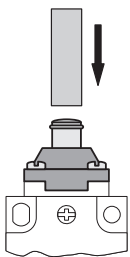
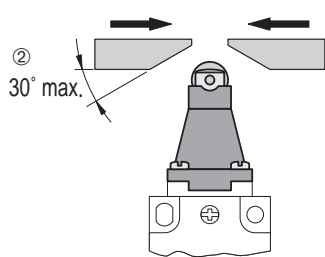

fig 1
fig 2
- En el cabezal de pistón (fig 1), el elemento operador externo debe accionar el centro del pistón y tener movimiento paralelo al eje del mismo no excediendo el curso máximo permitido para el pistón (de tope). Para accionar un cabezal de pistón en el sentido transversal, utilice el tipo S (com rodillo - fig2)